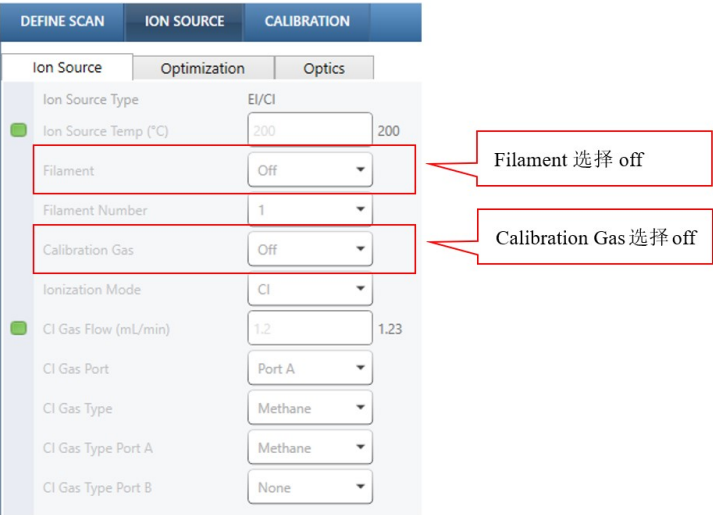

图2 CI源调谐和校准
- 如图 2（a），Ion Source 界面，Ion Source Temp 设为 200 °C，Filament 选择 On，Calibration Gas 选择 CI，Ionization Mode 选择 CI，CI Gas Flow 设为 1.2mL/min，CI Gas Port 选择 Port A。
- 如图2（b），Optimization界面，勾选Auto Tune、Leak Check、Tune Report，点击Optimize，Signal increased和Leak check值均应小于10%。若Signal increased 超过10%，则重新进行调谐；若Leak check超过10%，则稍紧一
- c) 如图2 (c), Optics界面, 点击save图标, 保存调谐文件, 调谐文件路径: C盘-Xcalibur-methods文件夹下, 文件命名以时间+离子源类型, 例如 20241125\_PCI。
- d) 如图2 (d), Calibration界面, Mode选择Calibrate, Polarity根据实际测试需求选择Positive或Negative, 点击Start, 显示Passed, 校准通过。